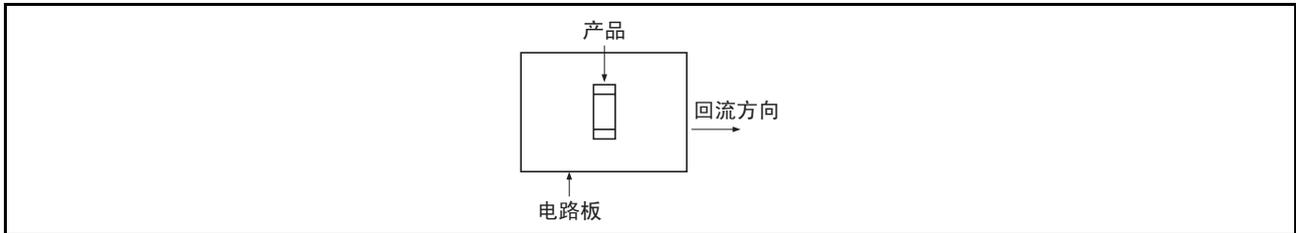

图9
- (4) 用于高速开关的SMD肖特基势垒二极管比其他的扩散结型二极管更容易受到静电破坏，所以请防止静电破坏。
- (5) 在不良环境条件下使用SMD时，需要在SMD嵌入到电路板后采取耐湿涂层，该涂层还可以有效防止来自外部的异物以及水滴等造成的损害。请参照2.5(2)项
- (6) 用装机将SMD安装到印刷电路板上时，为了防止发生引脚弯曲以及封装损坏，请不要施加超过3N的力。特别是对平引脚类型的UFP、SFP、MFPK、EFP、TEFP、TURP、VSON-5、MFP12封装产品和超小型MP8、MP6封装产品进行安装时，不要对封装和引脚处外加过大的应力。
- (7) 回流安装SMD时，如果安装不平衡就可能产生器件的错位和漏焊等情况，所以需要注意以下几点：
- 需对焊接部同时加热（推荐按照图9所示方向来操作）。